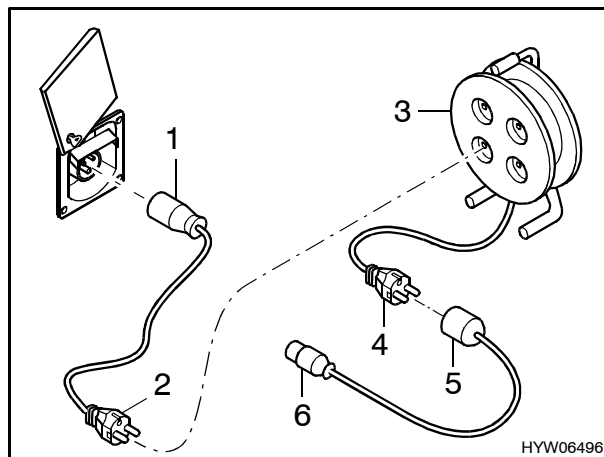

Fig. 38 Possibilità di collegamento per il collegamento a 230 V
- Ribaltare in alto la copertura (Fig. 38).
giunto di collegamento CEE 17 con contatto di terra (Fig. 38,1) – spina con contatto di terra (Fig. 38,2).
presa con contatto di terra (Fig. 38,3) – spina con contatto di terra (Fig. 38,4).
giunto di collegamento con contatto di terra (Fig. 38,5) – spina CEE 17 con contatto di terra (Fig. 38,6).